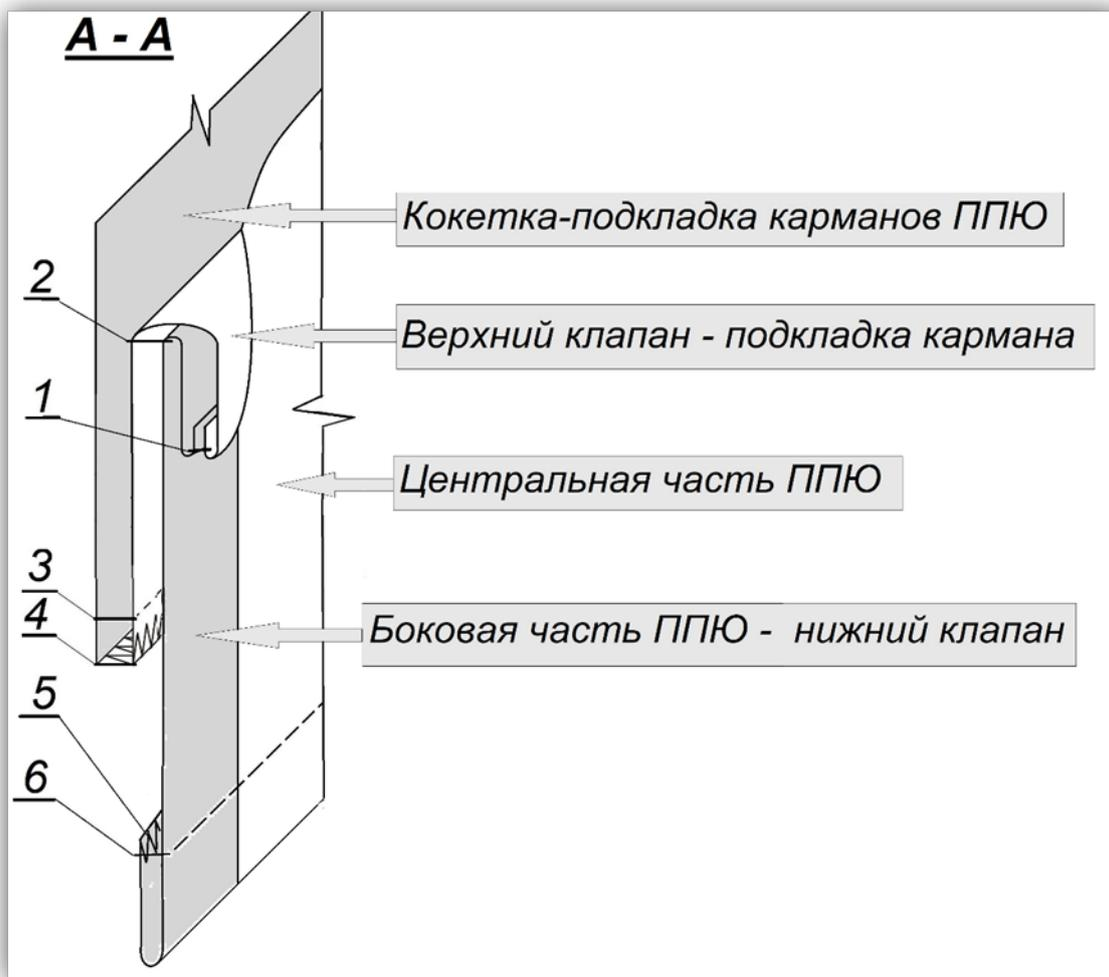

Рисунок 2 – Схема обработки кармана в шве с клапаном-отворотом и обработки низа ППУ
4. Обтачать нижний клапан-отворот верхним клапаном-отворотом, цельнокроенным с подкладкой кармана, ш. шва 0,7 см (рис. 2, стр. 1)
9. Закрепить клапан – отворот вдоль перегиба строчкой с учетом перегиба (рис. 2, стр. 2)
10. Притачать кокетку к верхнему срезу ППЮ, одновременно (или последовательно) стачивая внутренние срезы подкладки карманов, ш. шва 1,0 см (рис. 2, стр. 3)
11. Обметать шов притачивания кокетки и внутренний шов подкладки кармана (рис. 2, стр. 4)
13. Обметать срез низа ППЮ (рис. 2, стр. 5)
15. Застрочить низ ППЮ строчкой на расстоянии 2,5 см (рис. 2, стр. 6)